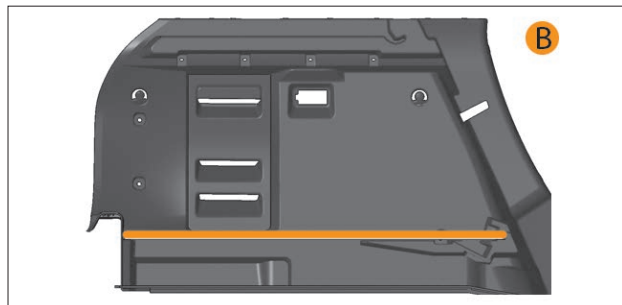

Рис. 9.8.2. Верхнее положение съемного пола (вид сбоку)
- В верхнем положении **В** (рис. 9.8.2), на боковых направляющих багажного отделения. При сложенных спинках задних сидений съемный пол позволяет получить ровную горизонтальную поверхность.